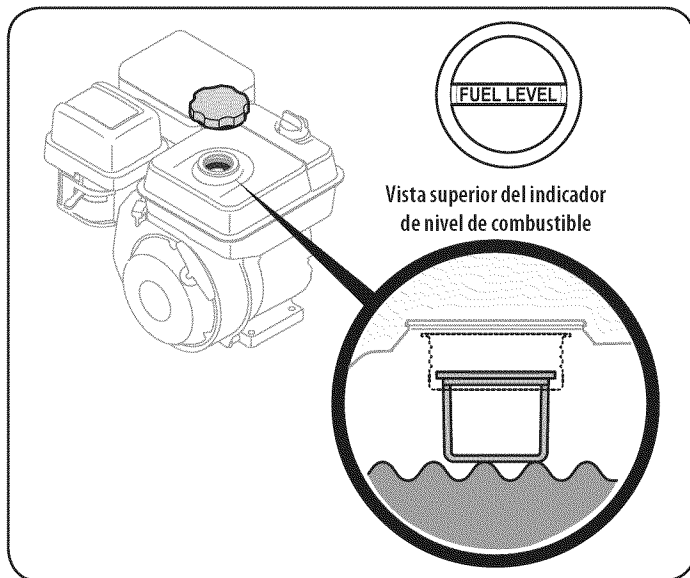

Figura 11
5. Llene el tanque hasta que el combustible alcance la marca indicadora "fuel full (combustible lleno)". Vea la Figura 11.